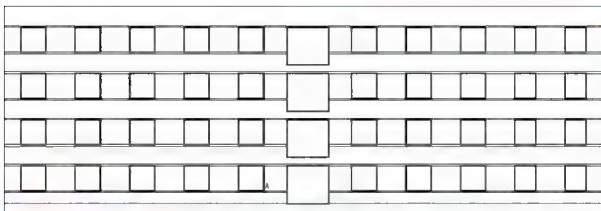

图 4.19 修剪窗台线
(3) 启动【修剪】命令 (快捷键 TR), 剪掉与门洞口相交的窗台线, 结果如图 4.19 所示。